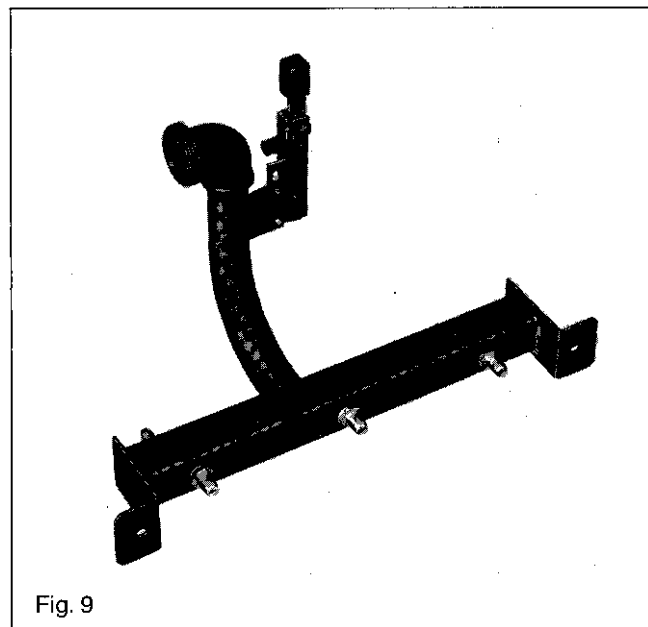

Fig. 9
- Changer les injecteurs (fig. 9). Vérifier l'indication écrite sur l'injecteur avec le document «tableau d'injecteur».